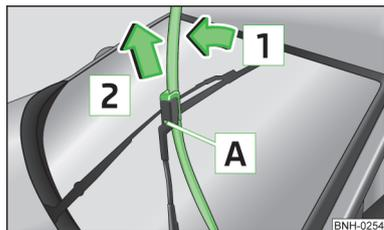

Fig. 163
- Levantar el brazo de la escobilla de la luna trasera e inclinar la escobilla ligeramente en la dirección del brazo de la escobilla, flecha **1** » fig. 163.